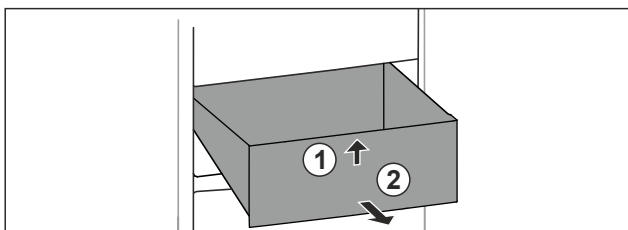

Fig. 69
- ▶ Ridicați sertarul în față. Fig. 69 (1)
- ▶ Extrageți sertarul spre înainte. Fig. 69 (2)